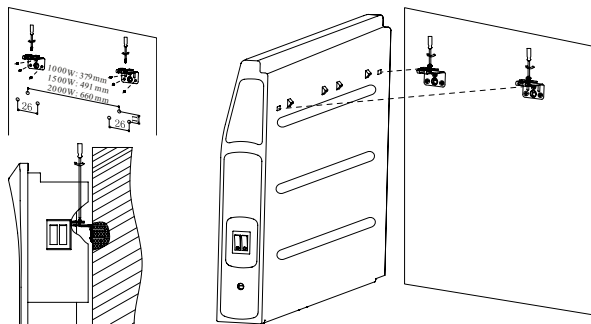

Рис. 3
5. Просверлите отверстия необходимого диаметра по меткам крепления, вставьте дюбели*, приложите кронштейны и закрутите установочные винты*, закрепив тем самым кронштейн на стене (см рис. 3).
задней части конвектора с 2 выступами на кронштейнах (рис. 3).